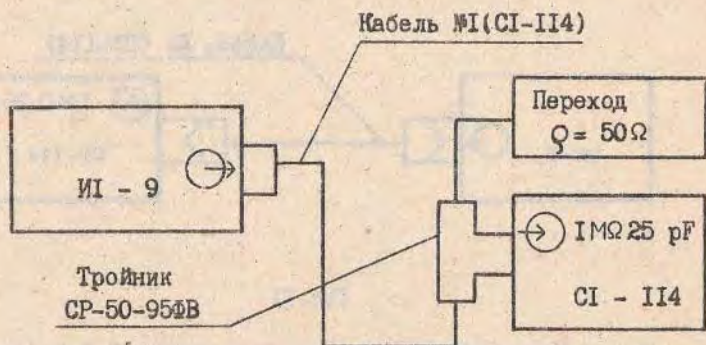

Рис. 10
14.3.2.2. Проверка работы органов регулировки коэффициента развертки (рис.10).